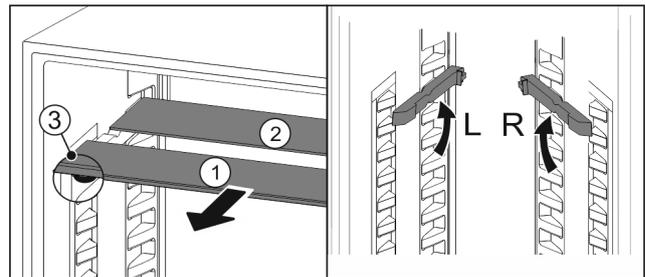

Fig. 81
- ▶ Sortir les tablettes par l'avant Fig. 81 (1).
- ▷ La tablette en verre Fig. 81 (1) avec bordure décorative est située à l'avant.
- ▷ Les butées Fig. 81 (3) sont orientées vers le bas.